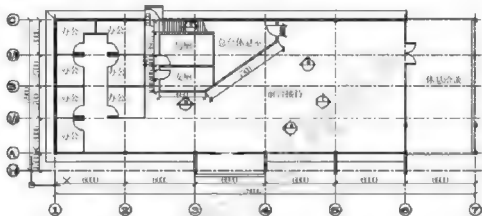

图 1-28
(3) 在平面图中使用立面索引符号, 要使用阿拉伯数字或字母为立面编号来代表各投射方向, 采用顺时针方向排序, 如图 1-28 所示